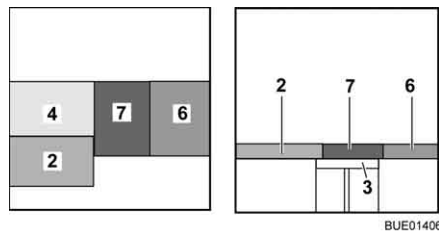

Fig. 150 Después de la transformación
- Colocar el cojín del asiento (Fig. 150,7) en el centro.
- Colocar el cojín del respaldo (Fig. 150,6) entre el cojín del asiento y la pared.